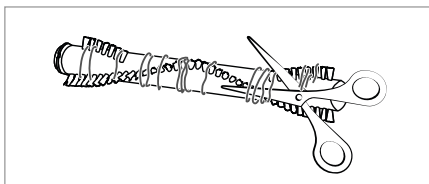

Fig. 28
- 4) Klip trævler og hår langs børsterne til børsterullen **20** igennem med en saks (se fig. 28). Fjern trævler og hår fra børsterullen **20**.